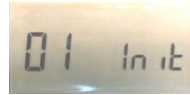

Abb. 1
Nachdem Sie die Taste (OK) betätigt haben, zeigt das Display "01 Init" (Abb. 1) und die erste LED (Zone 01) blinkt grün.